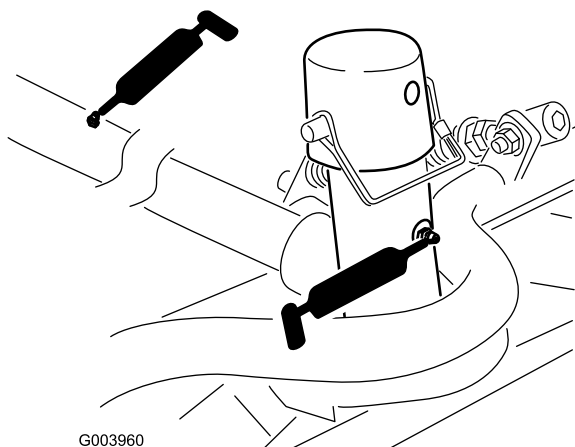

図 43
- カuttingユニットのキャリアフレームとピボット各 図 43